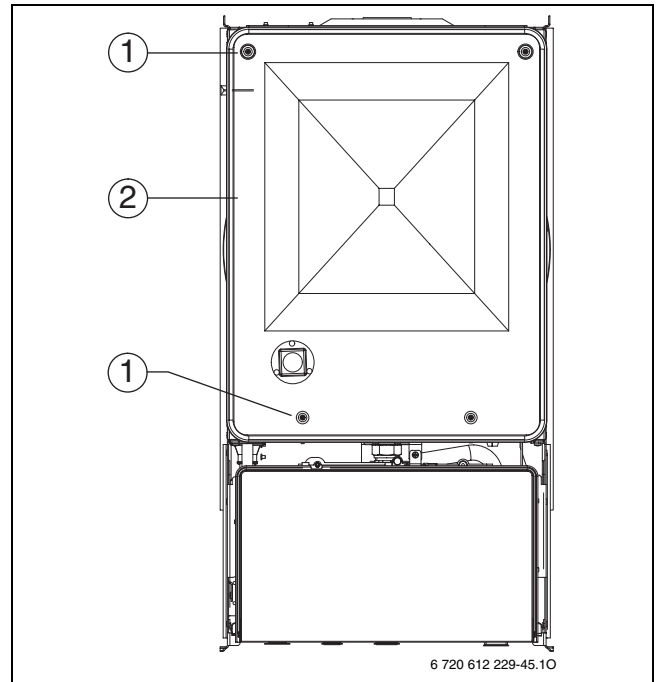

Fig. 72 Abrir a caixa estanque
- Soltar os quatro parafusos (1) e retirar a tampa da caixa estanque (2) (→ fig. 72).